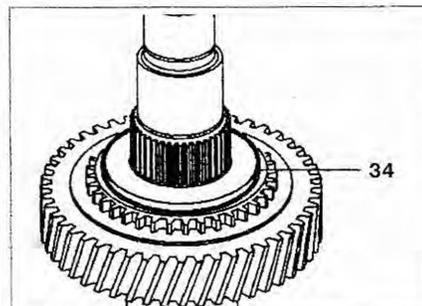

Рис. 4.43. Снимите упорную прокладку 34.
23. Снимите упорную прокладку 34 (рис. 4.43).